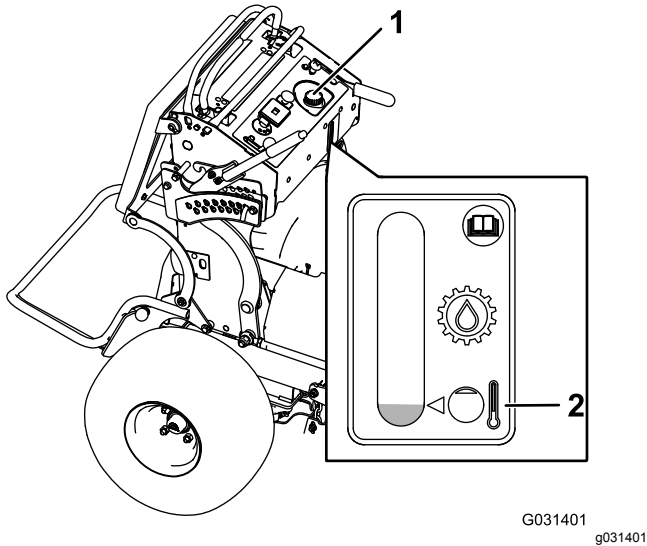

Figure 70
- Nettoyez la surface autour du bouchon et du goulot de remplissage du réservoir hydraulique (Figure 70).
- Enlevez le bouchon du goulot de remplissage (Figure 70).